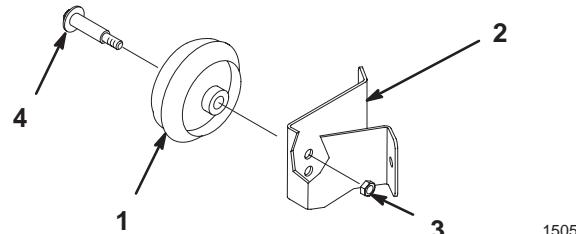

Bild 7
1. Entfernen Sie zur Änderung der Höhe der Schneidwerk-vorderräder die Radschraube und stecken das Rad in ein anderes Montageloch (Bild 7).
2. Verwenden Sie das obere Loch für die niedrigste Schnitthöhe und das untere Loch für höhere Schnitthöhen (Bild 7).